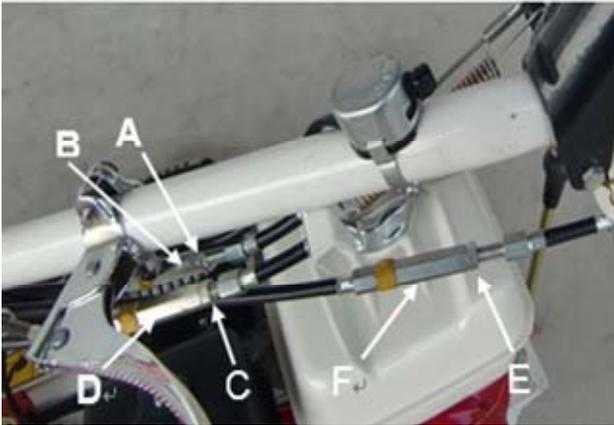

Figure 17
•Si la machine ne s'arrête pas quand le levier d'embrayage est relâché, réglez le câble de tension comme suit : dévissez l'écrou de blocage A (Figure 17) et dévissez la vis B (Figure 17). Essayez de déplacer la machine de nouveau. Réglez de nouveau si nécessaire. Quand le réglage est effectué, revissez le contre-écrou revissez le contre-écrou de blocage sur l'écrou B.
•Si la machine ne bouge pas quand vous appuyez sur la manette d'avancement, réglez le câble de commande comme suit : dévissez le contre écrou C(Figure 17) et dévissez la vis D(Figure 17). Essayez de déplacer la machine de nouveau. Exécutez le réglage de nouveau si nécessaire. Quand le réglage est correct, revissez le contre-écrou de blocage sur l'écrou D.
- Dévissez l'écrou de bloquage (E, Figure 17, 18).